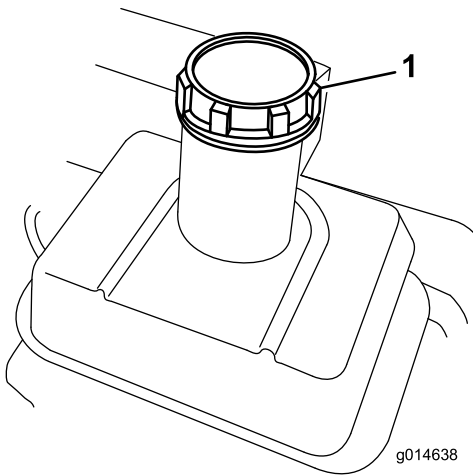

Bild 20
1. Reinigen Sie die Bereiche um den Tankdeckel herum und nehmen Sie den Deckel ab (Bild 20). Füllen Sie den Tank mit bleifreiem Benzin nur bis zur unteren Kante des Filtergitters auf. Füllen Sie nicht zu viel ein.